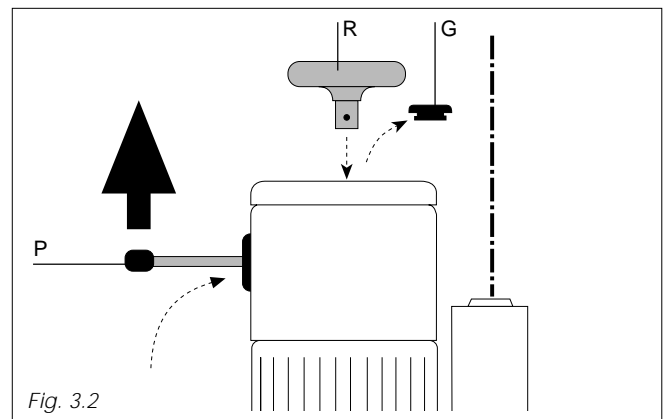

Fig. 3.2
- b) Sacar la palanquita de freno (P) alojada en el empuñadura de transporte e introducirla a través de la ranura del lateral de la tapa del motor, en la horquilla del freno (Fig. 3.2).
- d) En caso de que la plataforma no comience el descenso por sí misma, es necesario darle un impulso inicial girando el volante (R) colocado en el eje del motor, del que previamente se habrá sacado el tapón de goma (G).
- e) La plataforma se detiene cuando se interrumpe la acción sobre la palanquita del freno (P).
- f) Una vez la plataforma en el suelo, retirar la palanquita (P) y el volante (R) y guardarlos en sus alojamientos respectivos. **Igualmente volver a colocar el tapón de goma (G).**